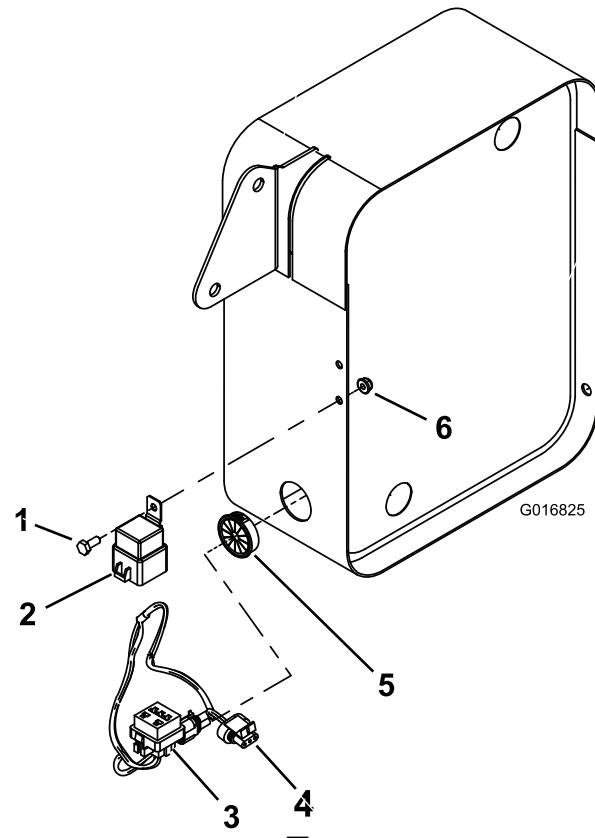

図 3
2. ワイヤハーネスの端部についているジャンパープラグを外し、オイルクーラサポートの側面にリレーを取り付ける；六角ヘッドボルト(1/4 x 5/8 インチ)（1本）と六角フランジナット(1/4 インチ)（1個）を使用する（図 3）。
3. オイルクーラの下側の開口にブッシュをはめこむ（図 3）。